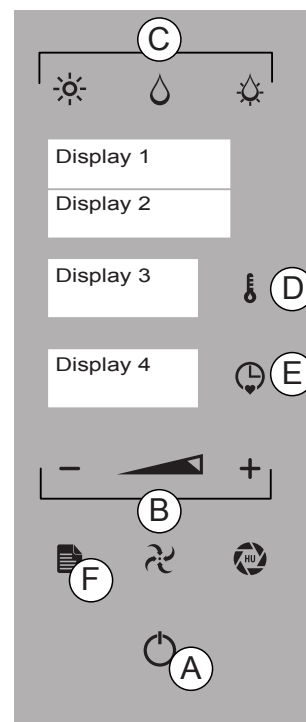

Fig.1
Pour sortie de la fonction et retourner au menu principal, appuyer sur la touche « MENU » (Fig 1/F).
3. Avec les touches "MOINS" et "PLUS" (Fig 1/F) sélectionner la fonction "DELTA T".
Enfoncer la touche "TEMPÉRATURE" (Fig 1/D) et configurer la différence de température constante entre la chambre de cuisson et la sonde à cœur comprise **entre 20° et 120°**.
Enfoncer la touche "TEMPS" (Fig 1/E) et avec les touches "MOINS", "PLUS" (Fig 1/B), choisir la température de la sonde. Enfoncer la touche "TEMPS" pour confirmer.
Enfoncer la touche "ENVOI" (Fig 1/A) pour démarrer la cuisson.